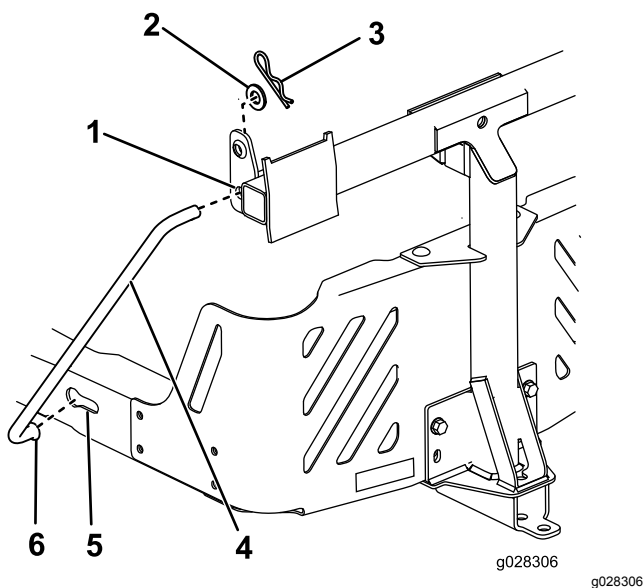

Figura 13
4. Installate l'estremità curva e svasata di un'asta nella scanalatura sagomata presente sul lato sinistro del telaio della macchina e spostate l'asta indietro per inserirla in posizione nel telaio (Figura 13).
5. Inserite le estremità curve delle aste nel supporto dell'attrezzo come illustrato nella Figura 13 e fissate l'estremità di ciascuna asta con una rondella e una coppiglia.